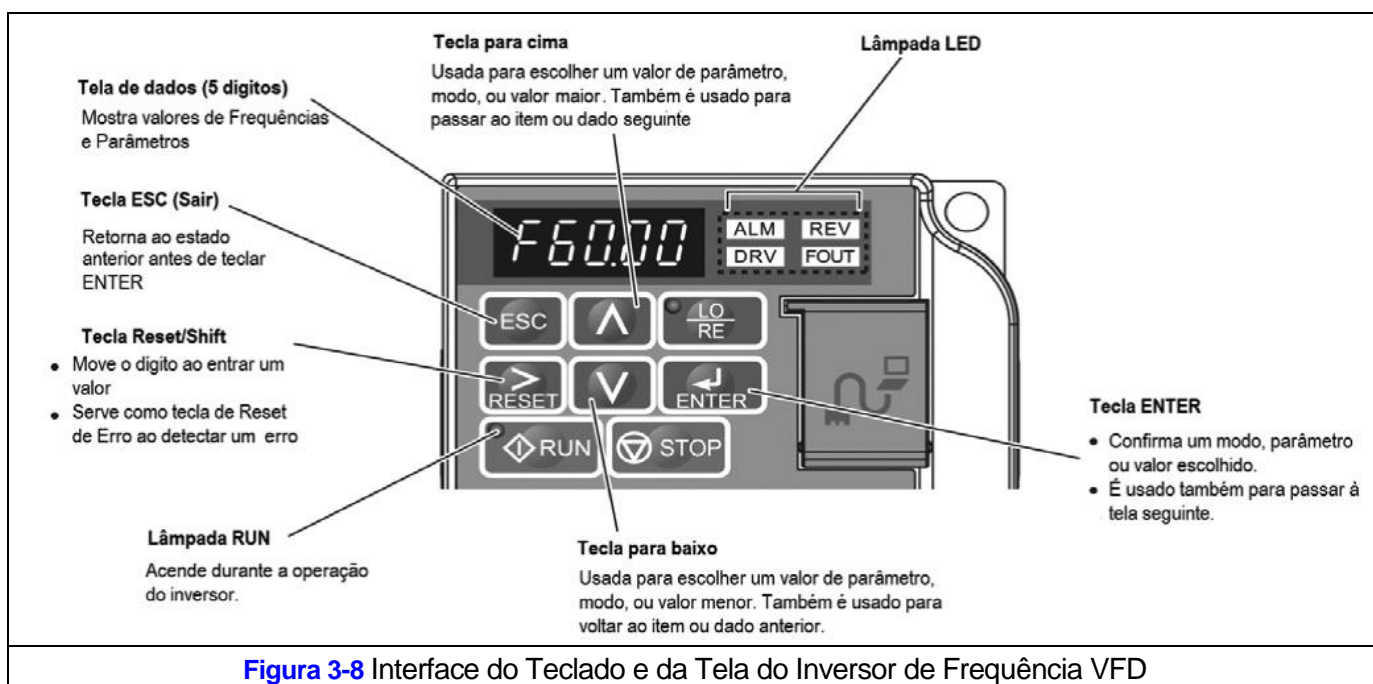

Figura 3-8 Interface do Teclado e da Tela do Inversor de Frequência VFD
- 3.6.4 O VFD é controlado por uma Interface munida de Teclado e Tela. A Figura 3-8 mostra as funções e descrições do Teclado e da Tela.